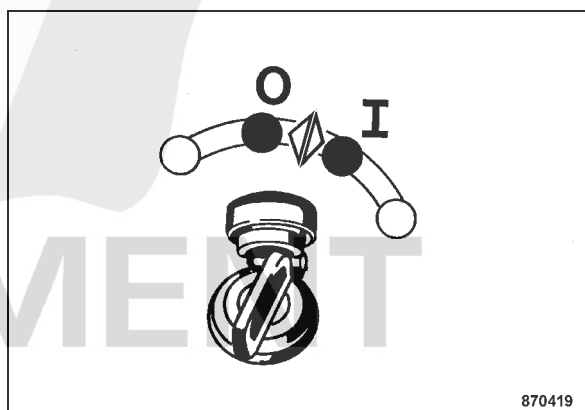

fig. 78
- Couper puis remettre le contact (fig. 78).